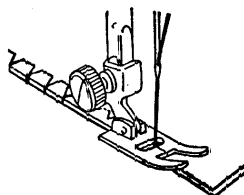

Рис. 31
5.12. Эластичный шов (рис.31) с одновременной обметкой края применяют для шитья трикотажных изделий.